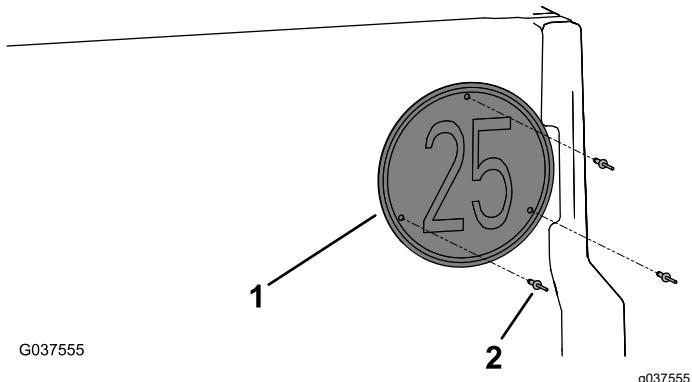

Figura 18
- Instale a placa de velocidade na porta traseira utilizando três rebites cegos (3/16 x 15/16 pol.) como se mostra na Figura 18.